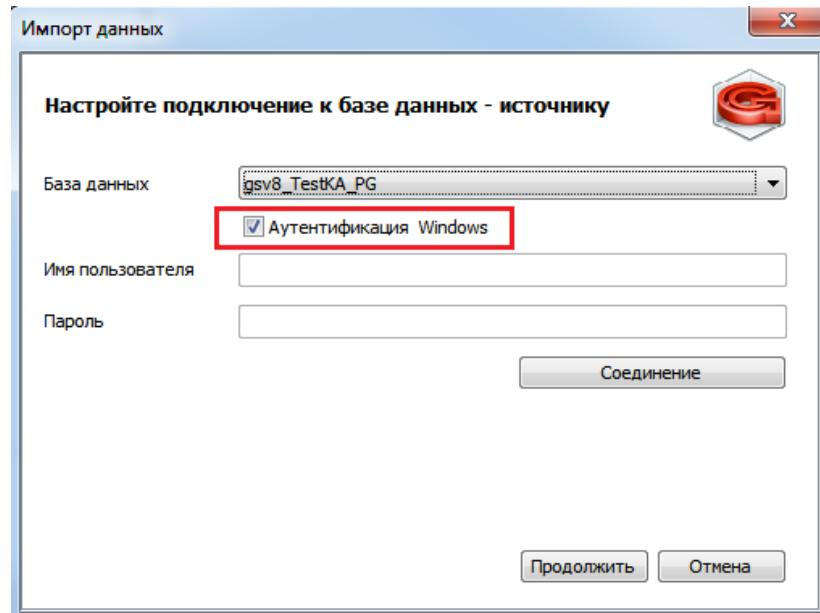

Рисунок 249: Пример выбора типа аутентификации
2.2 Указать тип аутентификации. По умолчанию включён режим **Аутентификация Windows** (рис. 249).